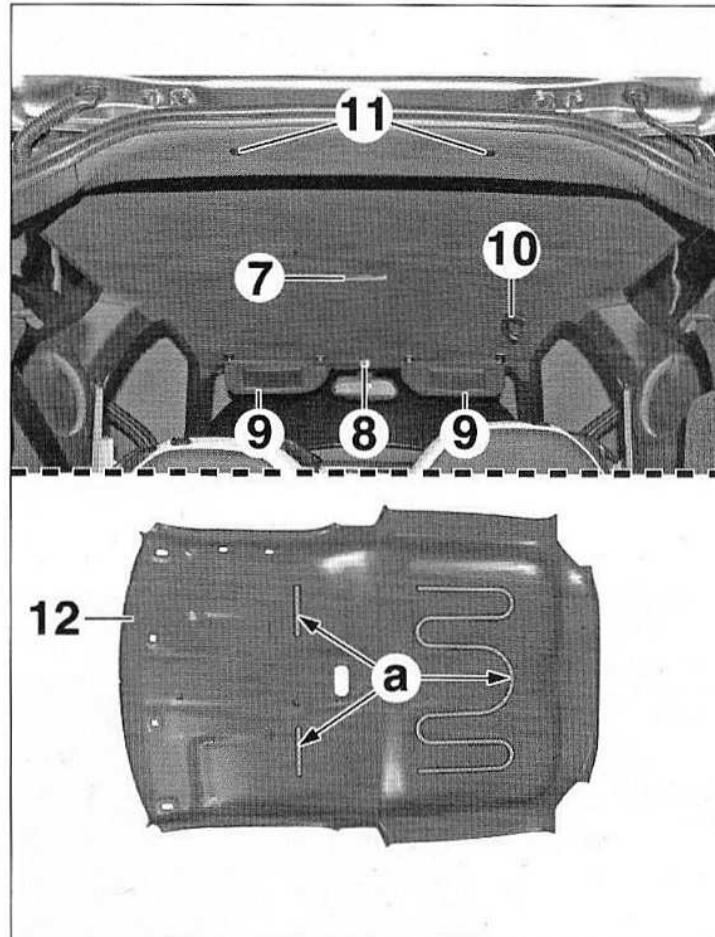

FIG.38
- Dégrafer, débrancher et déposer (Fig.38) :
- le plafonnier (7),
- le micro (8).
- les pare-soleil (9),
- la poignée (10),
- les agrafes (11) en les tournant d'un quart de tour,